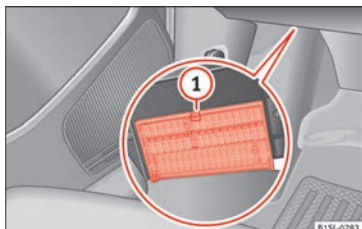

Fig. 82 Sous la planche de bord, côté conducteur : cache du boîtier de fusibles.
- *Ouverture* : appuyez sur le levier de verrouillage » fig. 82 ① jusqu'à ce que le couvercle puisse s'ouvrir. Rabattez le couvercle vers le bas.
- *Fermeture* : rabattez le couvercle vers le haut dans le sens contraire à la flèche jusqu'à ce qu'il s'encastre de manière audible sur le levier de verrouillage ①.